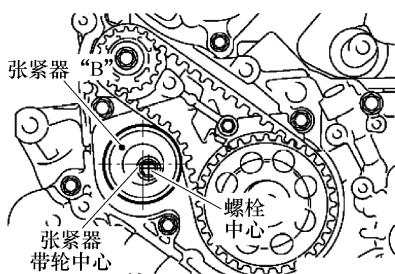

图 4-65 安装张紧轮
3) 确保张紧轮中心与螺栓中心处于图 4-65 中所示位置。
(10) 张紧轮的安装 放好张紧轮, 以便固定扳手的孔可处于图 4-65 中所示位置。
(11) 正时带的安装